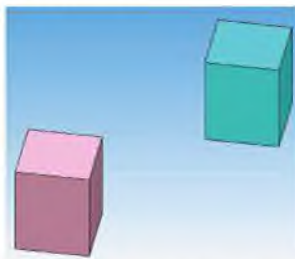

Рисунок 11.5 Преобразование пространственного положения 3D-модели командой *Изменить положение*
2. В какую сторону переместится исходный куб (рисунок 11.5) по команде *Изменить положение* , если в *Панели свойств* указать параметры перемещения по координатам: (0; -150; 0) и (0; 0; 200)?